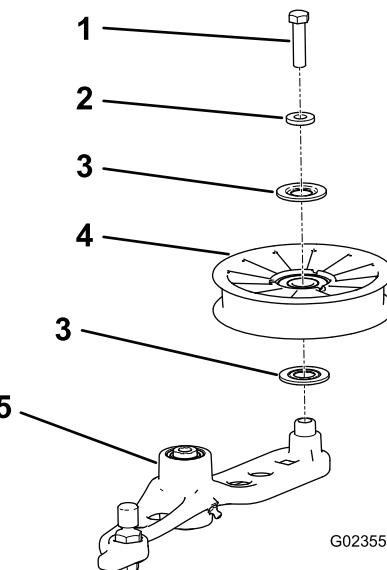

Figura 57
- Retire el perno que sujeta la polea tensora antigua al brazo tensor, e instale una polea nueva (Figura 57).